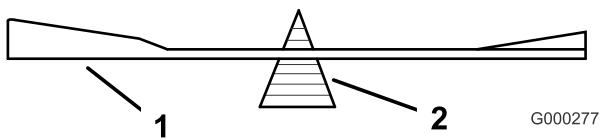

Figure 83
2. Vérifiez l'équilibre de la lame en la plaçant sur un équilibrEUR (Figure 83).